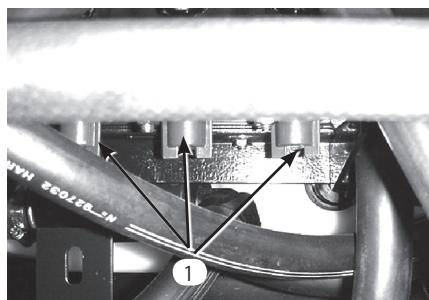

図27
11. そのブームのバルブの下についているバイパス・バルブ (図27) を使って、このブームがONの時と同じ水圧 (8.で記録した水圧) になるように調整する。